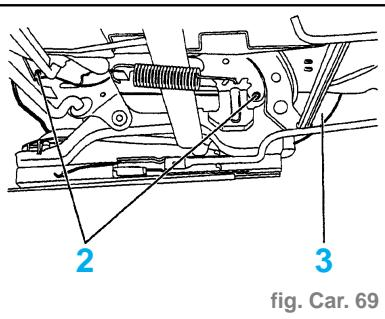
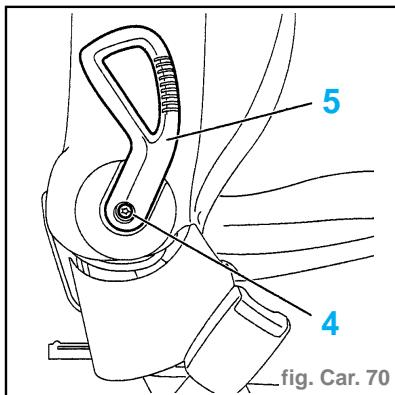

fig. Car. 69
fig. Car. 70
- Déposer (fig. Car. 69) :
- les fixations de la garniture (2)
- la garniture (3)
- Déposer (fig. Car. 70) ;
- la fixation poignée (4)